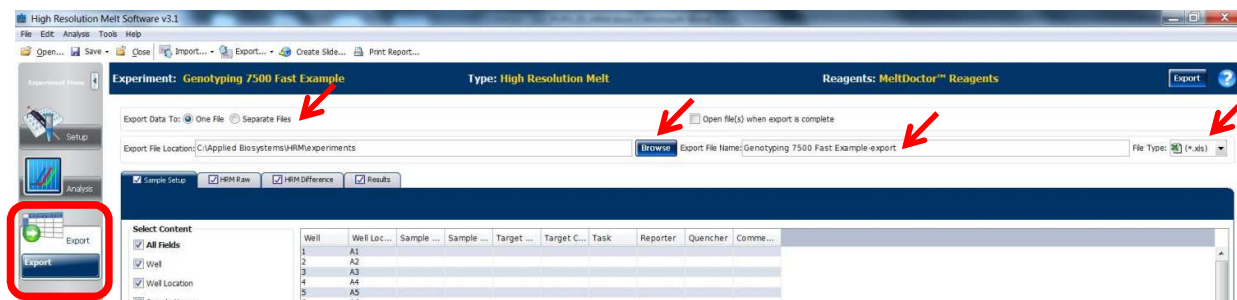

Fig. 10a
Para exportar os resultados, clique na aba *Export* (Fig. 10a) e configure os seguintes parâmetros:
- *Export Data To*: selecione a opção *One File* ou *Separate Files* para determinar se os dados de *Sample Setup*, *HRM Raw*, *HRM Difference* e *Results* serão exportados em um arquivo único ou arquivos separados, respectivamente (Fig. 10a)
- *Export File Location*: clique em *Browse* e escolha o local onde o arquivo exportado ficará salvo no computador (Fig. 10a)
- *Export File Name*: caso necessário, modifique o nome do arquivo (Fig. 10a)
- *File Type*: selecione o formato que o arquivo deve ser exportado (.xls, .xlsx ou .txt) (Fig. 10a)